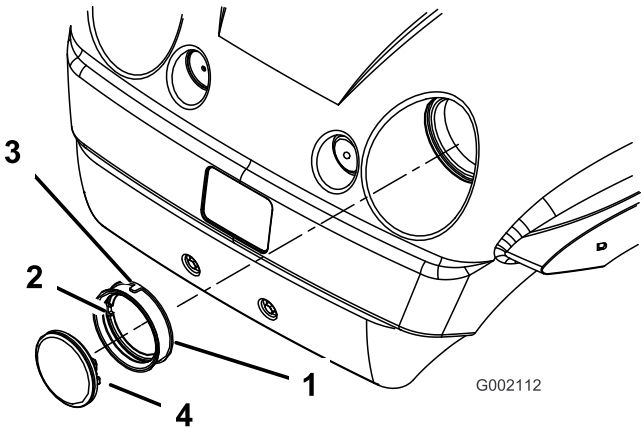

Figura 39
- 4. Retire o vedante de borracha que rodeia o farol (Figura 39). Deite fora o farol.
- 5. Alinhe o encaixe que se encontra no interior do vedante com o encaixe do novo farol (Figura 39). Monte o vedante no farol de forma a ficar bem encaixado.